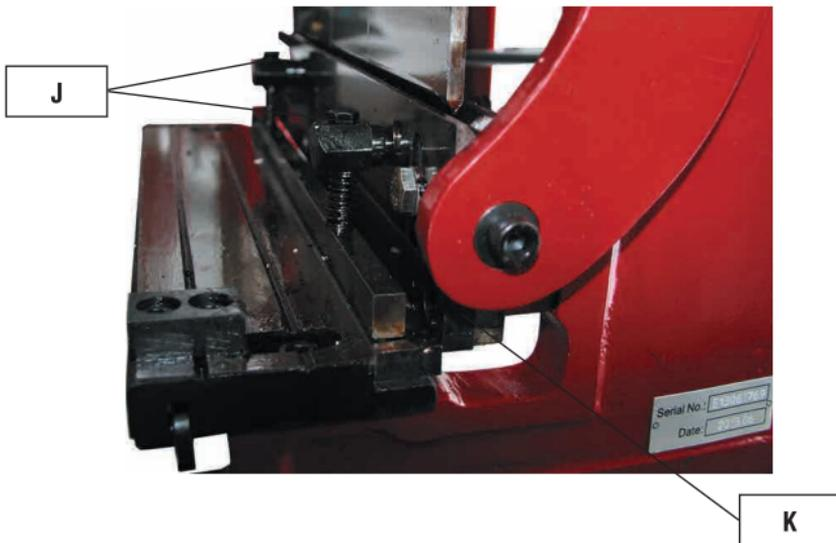

Рисунок 12 – Замена резака
1. Снимите прижимную планку, ослабив винты (J, рис. 12), используя шестигранный ключ 6 мм.
3. Выкрутите винты (K, рис. 12) и осторожно удалите резак.
5. Установите обратно прижимную планку. Проверьте регулировку планки: когда лезвие в верхнем положении, то зазор между прижимной планкой и столом должен быть в пределах 6 мм. Настройте на это положение планки при помощи винтов (J, рис. 12), если это необходимо. Учтите, что при корректной работе, когда лезвие начинает свое движение вниз, прижимная планка немедленно должна фиксировать заготовку на месте.